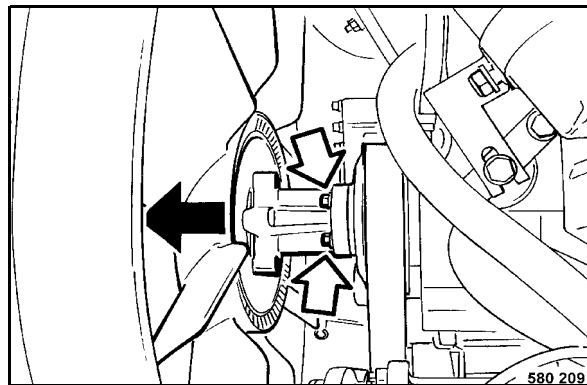

fig. 155
- Dévisser les vis de fixation (fig. 155) et pousser le ventilateur vers l'avant.